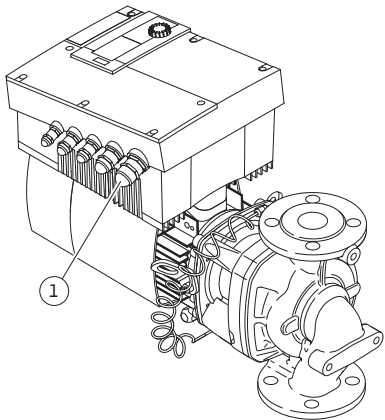

Fig. 25: Atornillado de los cables NPT $3/4$ "
- La conexión eléctrica se tiene que realizar con un cable fijo de conexión a la red, que esté provista de un dispositivo de conexión o un interruptor de toda fase con un ancho de apertura mínima de $1/8$ " (3 mm). Solo deben utilizarse conductores de cobre de 167°F (75°C). El cable de conexión a la red tiene que conducirse a través de una fijación atornillada NPT $3/4$ " (Fig. 25, Pos. 1). Sección transversal que se tiene que mantener: